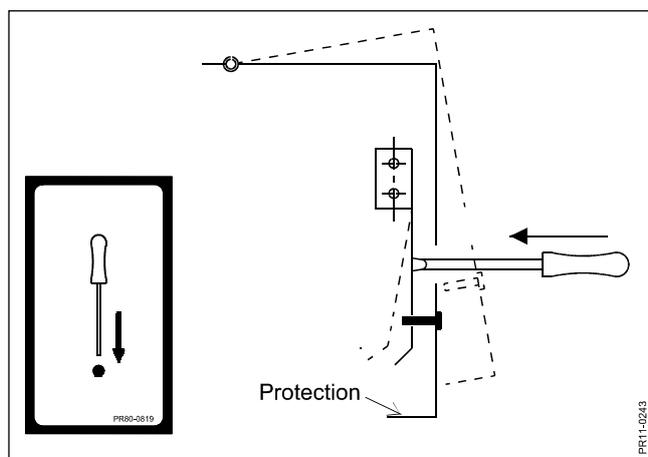
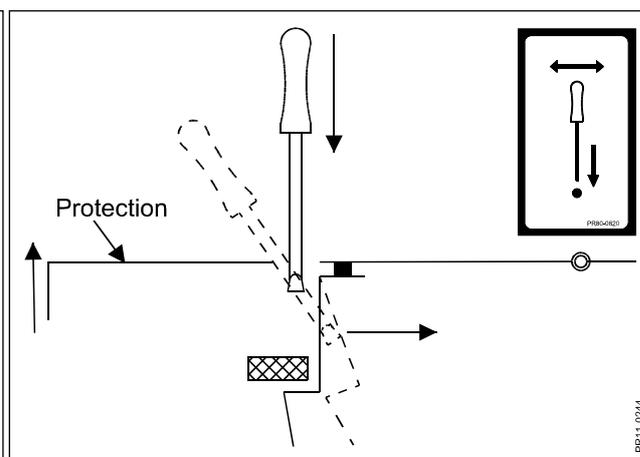

Fig. 5-1
Fig. 5-2
- Fig. 5-1 Dans les opérations d'entretien, il faut souvent ouvrir ou enlever les protecteurs.
- Fig. 5-2 Tous les protecteurs qui ne doivent pas être relevés pour le transport ont été bloqués pour des raisons de sécurité. Le blocage assure que le protecteur ne peut être enlevé sans outil. Les figures 5-1 et 5-2 montrent les deux différents types de blocage et les autocollants correspondants qui les indiquent sur la machine.